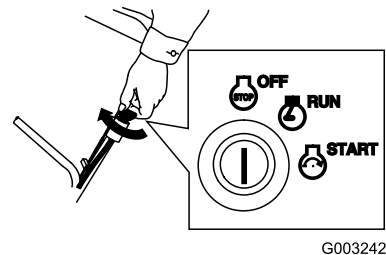

Figura 22
1. Girate la chiave in posizione Off (Figura 22).